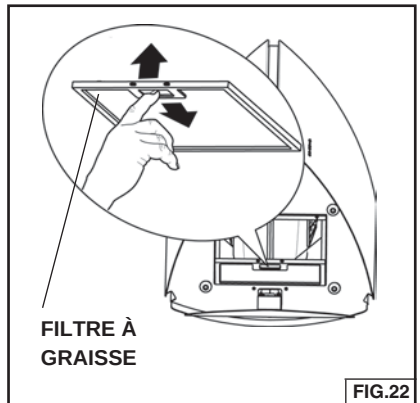

FIG.22
2. Insérez le filtre à graisse. Fig. 22.